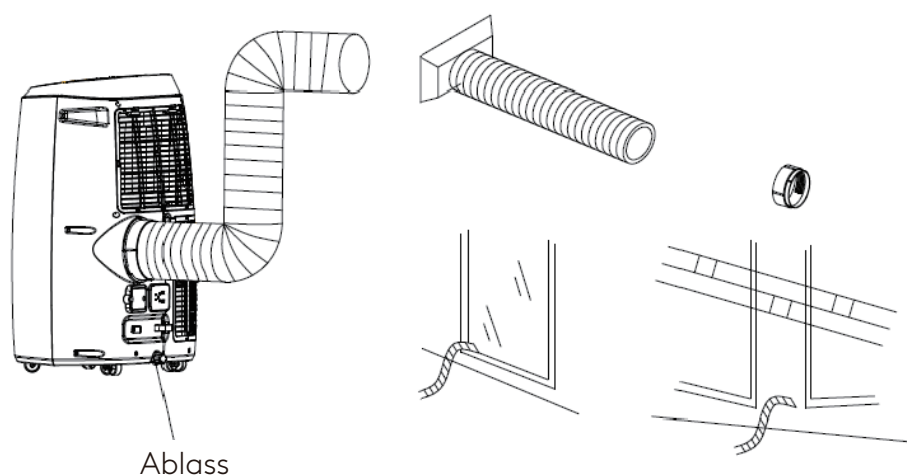

Abb. 8
2. Setzen Sie den quadratischen Befestigungsclip in die Öffnungen an der Rückseite der Klimaanlage ein (siehe Abb. 8).